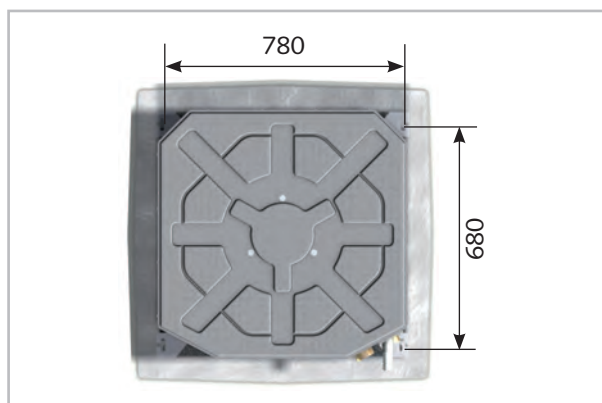

Abb. 10: Gerät einhängen
1. ➔ Markieren Sie gemäß den Abmessungen der eingesetzten Deckenkassette die Befestigungspunkte der Gewindestangen an statisch zulässigen Bauwerkteilen und oberhalb der Zwischendecke (Abb. 10).